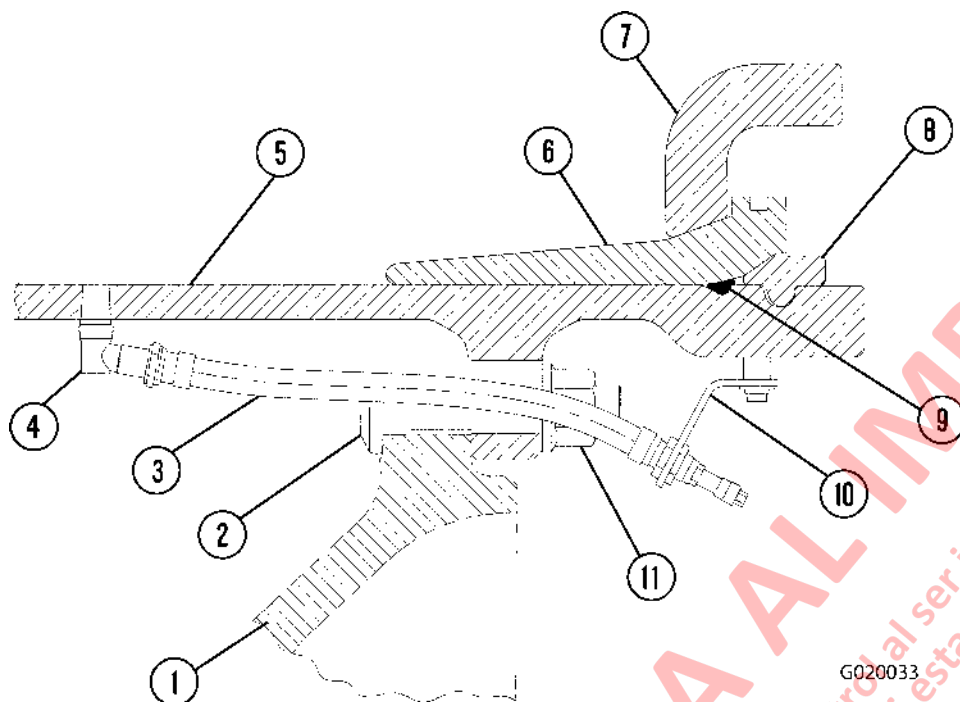

FIGURA 2-7. CONJUNTO DE CUBO Y LLANTA DE LA RUEDA DELANTERA
2. Fije un rompedor de refuerzo hidráulico a la llanta deslizando las mandíbulas del conjunto del bastidor sobre el borde exterior de la pestaña (7, Figura 2-7). Asegúrese que las mandíbulas del bastidor estén lo más cerca posible a la banda del asiento de refuerzo (6).
5. Después de soltar el refuerzo, inserte la parte plana de una herramienta de neumático en la muesca de refuerzo en el anillo de fijación (8). Haga palanca en el anillo de fijación y retire de la ranura de la llanta.
6. Haga palanca en la banda de asiento del refuerzo (6) hasta que el O-ring (9) quede expuesto. Retire el O-ring.
7. Retire la banda de asiento del refuerzo (6) de la llanta (5) y retire la pestaña (7). Reposicione el conjunto de la rueda y repita el procedimiento de desmontaje en el lado opuesto del neumático. Retire el neumático de la llanta.
NOTA: No permita que la pintura, el óxido u otros contaminantes cubran las caras de empalme del anillo de fijación (8, Figura 2-7) y la llanta (5).
5. Instale la pestaña exterior (7, Figura 2-7) en posición e instale la banda de asiento del refuerzo (6). Presione la banda del asiento del refuerzo para exponer la ranura del O-ring en la llanta.
6. Lubrique el nuevo O-ring (9) con una solución jabonosa y móntelo en la ranura de la llanta.
7. Instale el anillo de fijación (8) y golpee con un martillo de plomo. El anillo de fijación debe calzar.